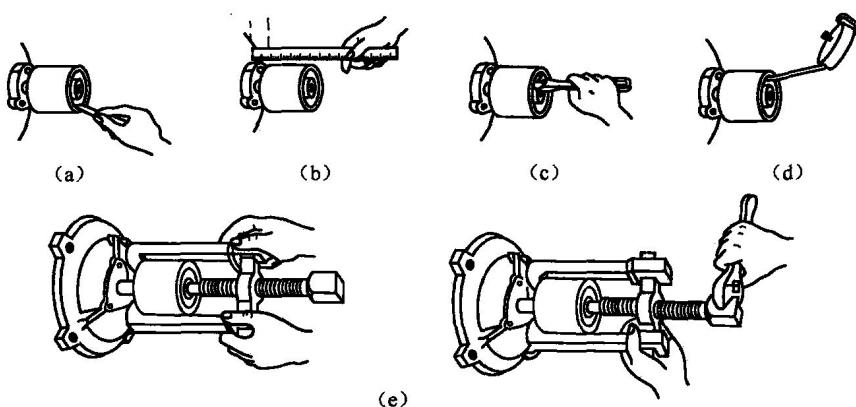

图 1.1.4 带轮或联轴器的拆卸
带轮或联轴器的拆卸步骤如下（参看图 1.1.4 的 (a) ~ (e)）。
- ① 用粉笔标好带轮的正反面，以免安装时装反。
- ② 在带轮（或联轴器）的轴伸端做好标记。
- ③ 松下带轮或联轴器上的压紧螺钉或销子。
- ④ 在螺钉孔内注入煤油。
⑤ 按图 1.1.4 所示的方法装好拉具，拉具螺杆的中心线要对准电动机轴的中心线，转动丝杆，掌握力度，把带轮或联轴器慢慢拉出，切忌硬拆。对带轮或联轴器较紧的电动机，按此法拉出仍有困难时，可用喷灯等急火在带轮外侧轴套四周加热（掌握好温度，以防变形），使其膨胀就可拉出。在拆卸过程中，严禁用手锤直接敲出带轮，避免造成带轮或联轴器碎裂，使轴变形、端盖受损。